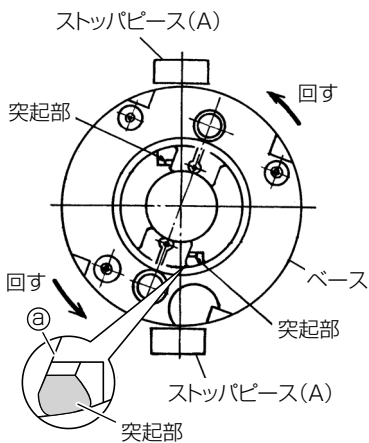

図 13
- (2) テーブル裏側のストップピース (A) の間にルータのベースが入るようにルータ本体をテーブルに付けます。(図 13)
- (3) ルータ本体を矢印方向へ回転して、ベースの①面をテーブルの突起部に当てます。(図 13)